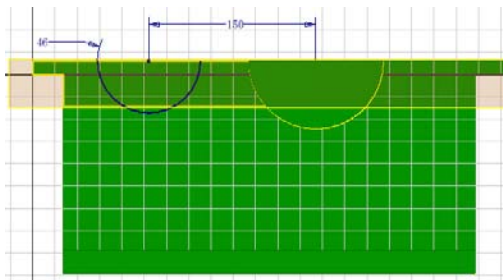
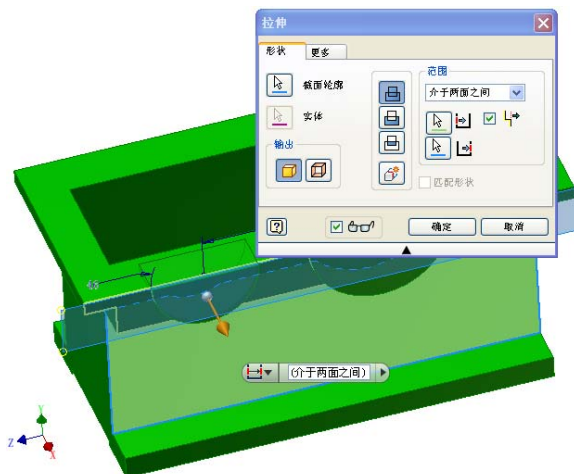
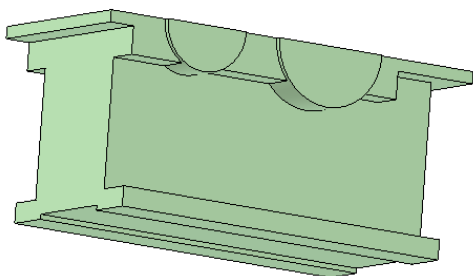

图 9-20 绘制拉伸草图
图 9-21 拉伸示意图
图 9-22 拉伸后零件
⑤按照相同的方法创建同侧的另外一个半圆凸台，创建如图 9-20 所示的草图图形，拉伸示意图如图 9-21 所示。完成拉伸后的零件如图 9-22 所示。注意该特征的拉伸终止方式以及起始表面和终止表面的选择同上一个半圆凸台完全相同。创建了两个半圆凸台的零件如图 9-21 所示。